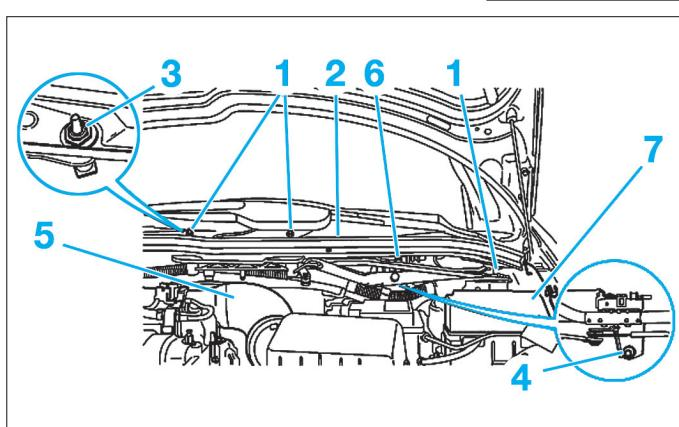

Fig. 27
- Déposer les fixations (1) (Fig.27).
- la grille d'écoulement d'eau (2),
- les fixations (3),
- la fixation (4),
- le conduit d'air (5).
- Débrancher le connecteur (6).